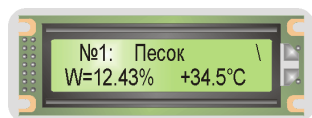
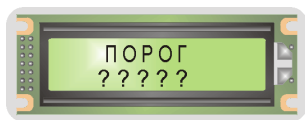

Рис. 1.4. Вид ЖКИ БУК в режиме «Измерение».
Рис. 5.1. Вид ЖКИ БУК при переводе влагомера в режим «Порог».
1.8. Нажать кнопку «ОТМ.», при этом влагомер перейдет в ОСНОВНОЙ РЕЖИМ (режим «Измерение»), на ЖКИ БУК индицируется номер градуировки, название материала, средняя влажность и температура за предыдущий период измерения (см. рис. 1.4):
4.1. На цифровой клавиатуре БУК нажать кнопку «ОТМ.» (при этом влагомер переходит в ОСНОВНОЙ РЕЖИМ (см. рис. 1.4)).
4.6.3. Нажать кнопку «ОТМ.», прибор при этом перейдет в ОСНОВНОЙ РЕЖИМ (на ЖКИ высвечивается рис. 1.4).
5.3. При нахождении прибора в ОСНОВНОМ РЕЖИМЕ (см. рис. 1.4) нажать на клавиатуре кнопку «+/-(N_0)», на ЖКИ при этом высветится предложение ввести пароль для входа в режим «Порог» (рис. 5.1).
5.5. Ввести вычисленное значение $N_{\text{пор}}$ при помощи цифровой клавиатуры (знак меняется нажатием кнопки «+/-(N_0)»), подтвердить введенное значение, нажав кнопку «ВВОД», прибор при этом возвратится в ОСНОВНОЙ РЕЖИМ (рис. 1.4).